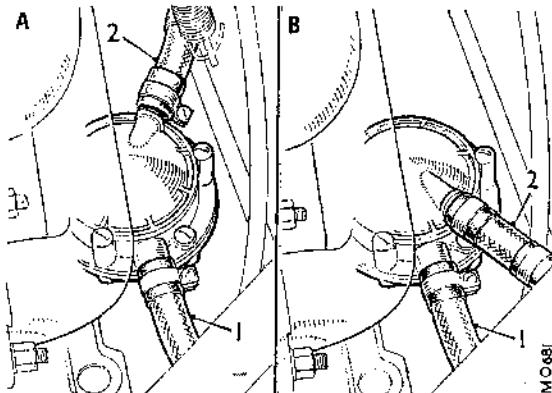

Fig. Db.1
- (1) Limpiar la bomba por fuera y marcar la tapa y el cuerpo para alinearlos de nuevo al volver a armar la bomba (en la Fig. Db.1 se indican las posiciones correctas de las uniones de entrada y salida).
- (2) Quitar la tapa exterior, la arandela estanca y el filtro.
- (3) Quitar los sedimentos de la cámara del filtro y limpiar éste (chorro de aire o gasolina).
- (4) Poner una arandela junta nueva (si es necesario), acoplar de nuevo la tapa exterior y apretar los tornillos por igual.